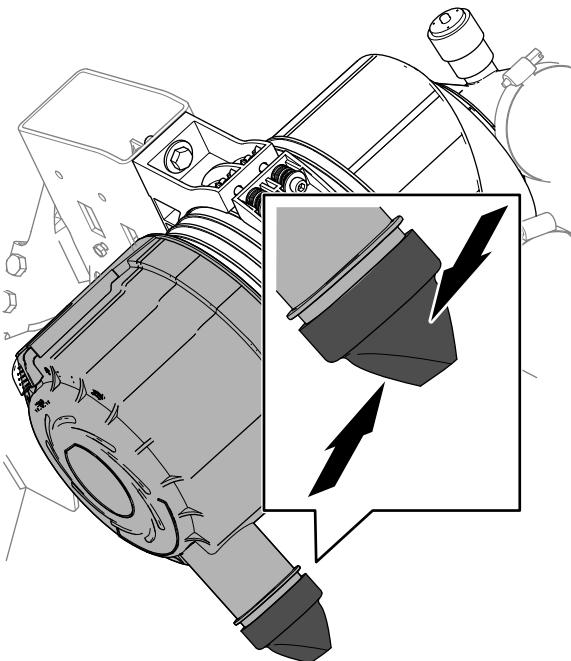

Figura 107
4. Apriete la válvula de expulsión de polvo (Figura 107).